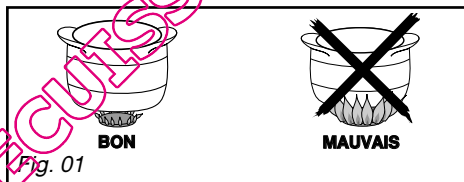

Fig. 01
- Réglez la couronne de flammes de façon que celles-ci ne débordent pas du pourtour du récipient (Fig. 01).